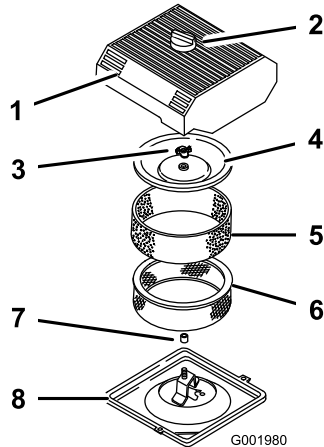

図 45
3. エアクリーナを外したときエンジン内部に異物が入らないよう、周辺をきれいに拭く（図 45）。
4. エア・クリーナのカバーのノブをゆるめてカバーを外す（図 45）。
5. ペーパー・エレメントからスポンジ・エレメントを注意深く取り外す（図 45）。
6. カバー・ナットを外し、カバーとペーパー・エレメントを外す（図 45）。
1. ペーパー・エレメントにスポンジ・エレメントを注意深く取り付ける（図 45）。
3. カバー・ナットを取り付けて指締めする（図 45）。
4. エア・クリーナのカバーとノブを元通りに取り付ける (図 45)。